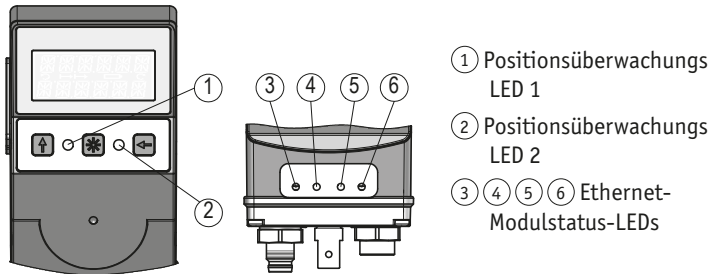

Abb. 4: Bedienelemente
Die LEDs ③ ④ ⑤ ⑥ (siehe Abb. 4) informieren über den Status des Ethernet-Moduls. Die Funktionsbeschreibung der Ethernet-Modulstatus-LEDs ist dem jeweiligen Benutzerhandbuch zu entnehmen.